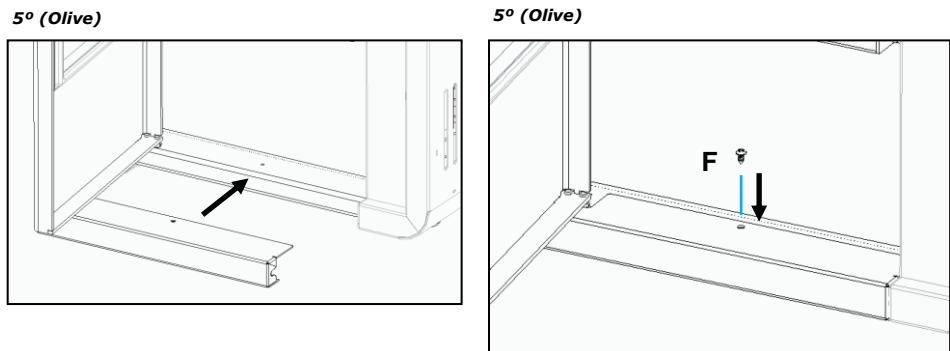

Figura 43 – Fixação do remate inferior Olive
- I) Para finalizar, fixar o remate inferior do equipamento como demonstra a Figura 43, abrindo a porta e encaixar a peça de remate inferior na base do equipamento, fazendo coincidir a furação da peça com a do equipamento e de seguida fixar com um parafuso **F** (DIN 7981 4,2x13) ou parafuso (ISO 3780 M5x12).